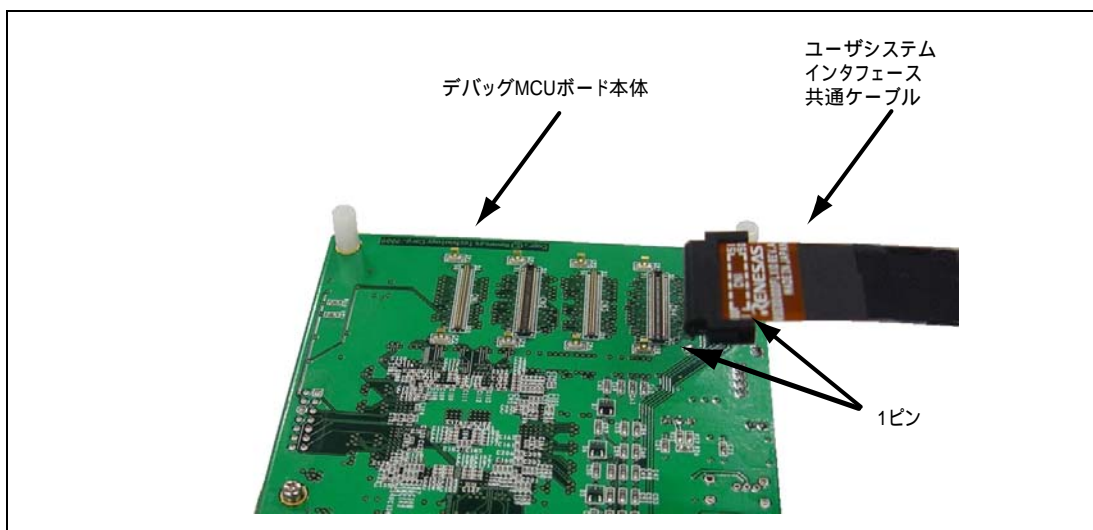

図 2.5 デバッグ MCU ボード本体とユーザシステムインタフェース共通ケーブルの接続
2. ユーザシステムインタフェース共通ケーブルをデバッグMCUボード本体上のCN4- 1 ピンの位置を確認した上で差し込みます。（図2.5参照）。デバッグMCUボード本体上のシルク表示でCN4 CN3 CN2 CN1の順番で合計4本を差し込みます。